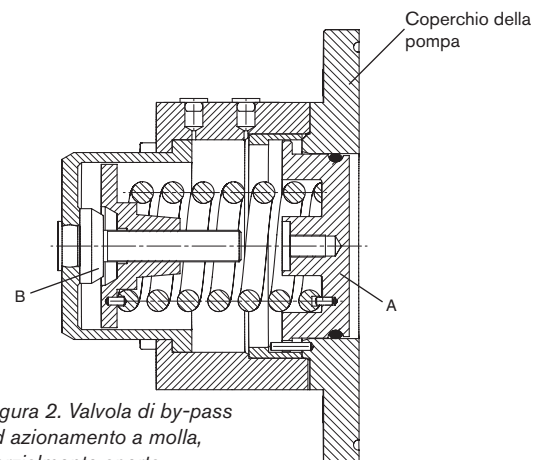

Figura 2. Valvola di by-pass ad azionamento a molla, parzialmente aperta
La Figura 2 mostra la valvola parzialmente aperta. La pressione del prodotto all'interno della scatola rotori ha spostato l'otturatore della valvola (A) verso sinistra, vincendo la spinta esercitata della molla.